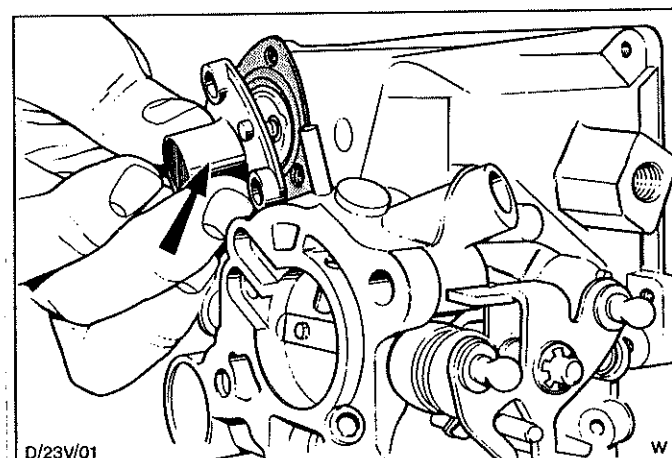

Abb.46 Beschleunigerpumpe zerlegen
9. Vergaser wenden, Kreuzschlitzschrauben (3) entfernen und Membrane der Beschleunigerpumpe herausnehmen. Darauf achten, daß die Membrane nicht beschädigt wird, Abb.46.